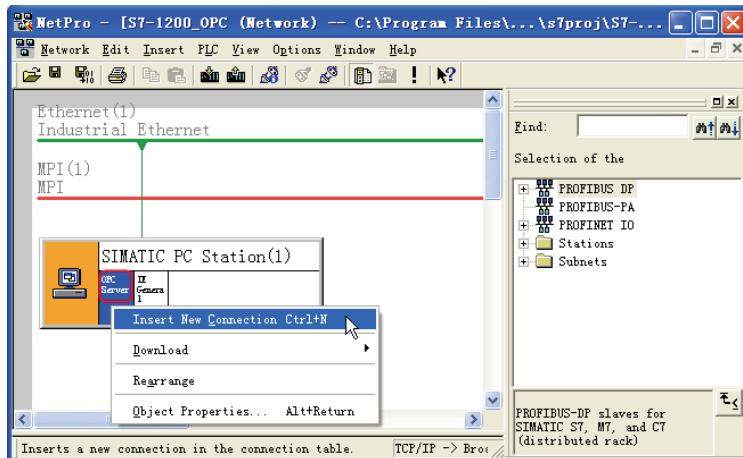
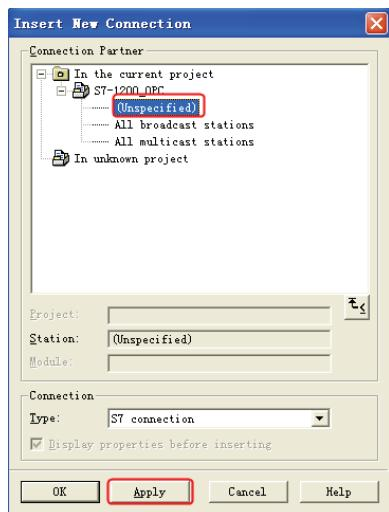
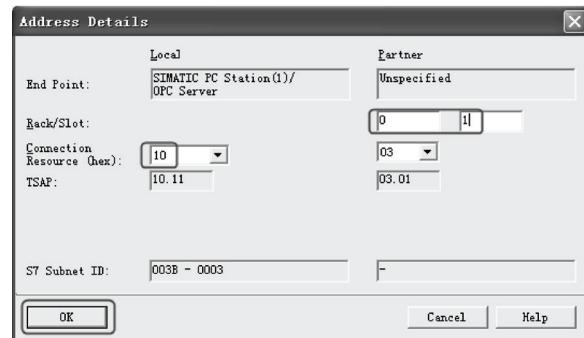

图 10-40 插入新连接（1）
图 10-41 插入新连接（2）
图 10-42 详细地址信息
3) 配置网络连接。通过单击工具栏右上角“网络配置”按钮 ，进入网络配置，然后在 NetPro 网络配置中，用鼠标选择 OPC Server 后，在连接表第一行单击鼠标右键，插入一个新的连接或通过“Insert”→“New Connection”也可建立一个新连接，然后定义连接属性，如图 10-40 和图 10-41 所示。
如图 10-41 所示，单击“Apply”（应用）按钮，弹出详细地址信息界面，如图 10-42 所示，将“Partner”（伙伴）的“TSAP”设为“03.01”，将“Local”（本地）的“TSAP”设为“10.11”，然后单击“确定”按钮。